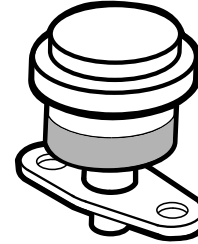

Figura 48
Revise el filtro del limpiador de aire primario únicamente cuando el indicador de mantenimiento (Figura 48) lo requiera.
1. Compruebe el indicador de obstrucción del filtro. Si el indicador se ve rojo, es necesario cambiar el filtro de aire (Figura 48).